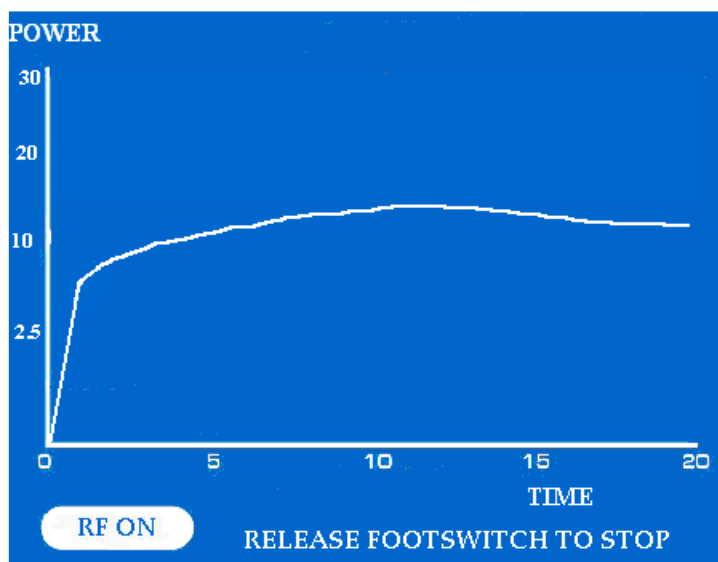

図 11 RF ON モードを示すディスプレイ（ペンタイプ電極）
- i. 組織に供給される電力のリアルタイムグラフは LCD グラフィックス・スクリーンに $\pm 20\%$ の公差で表示され、出力グラフは 20 秒単位で表示されます。(図 11 参照)。
- ii. 40 秒以内にフットスイッチを離さなければ、システムは自動的にタイムアウトし、アブレーションを停止します。(図 11 参照)